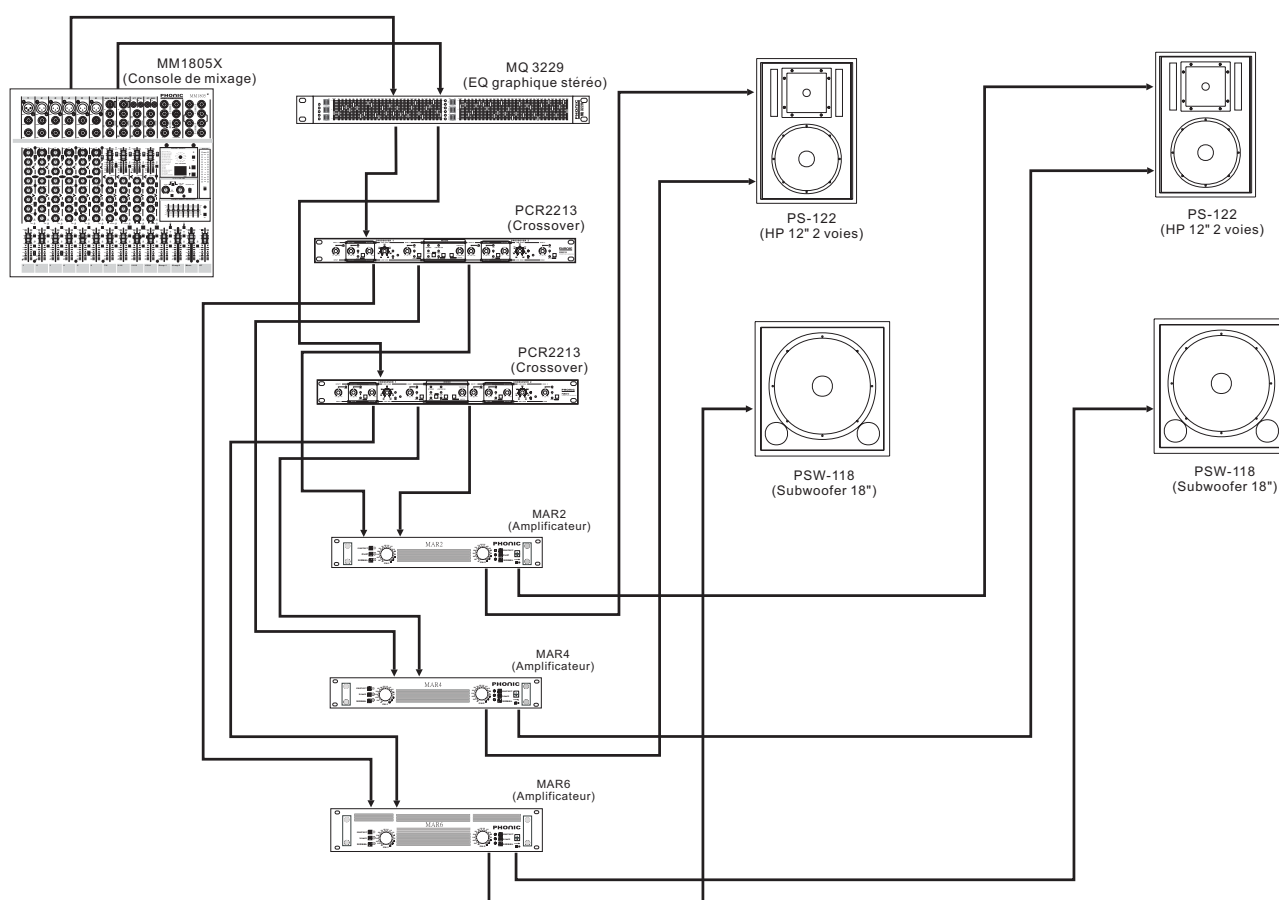

Figure 2 : Système actif 3 voies typique
2.2 SYSTÈME 3 VOIES (cf. figure 2)